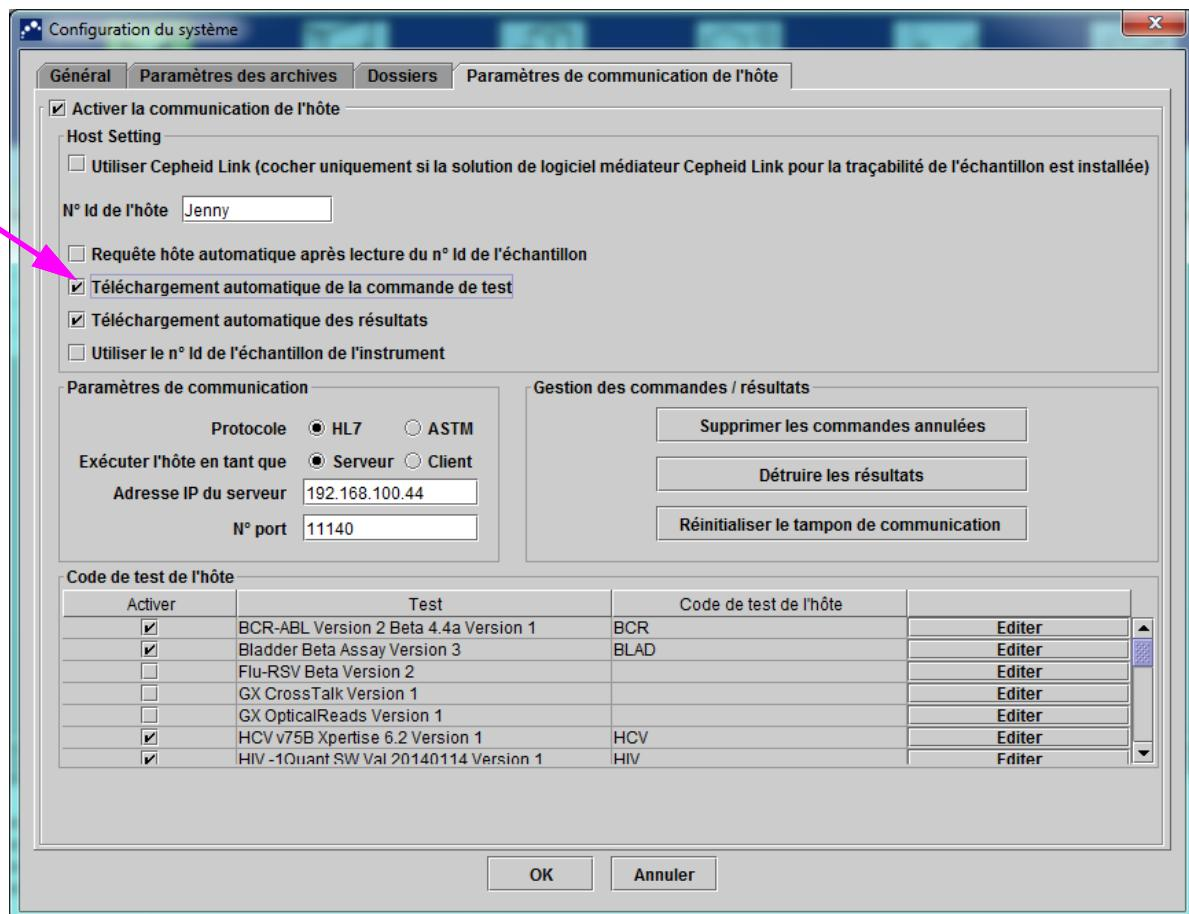

Figure 5-93. Téléchargement automatique de la commande de test sélectionné
1. Dans l'onglet **Paramètres de communication de l'hôte** de la boîte de dialogue **Configuration du système**, cliquez sur la case **Téléchargement automatique de la commande de test** pour sélectionner et activer cette fonction. Voir Figure 5-93.